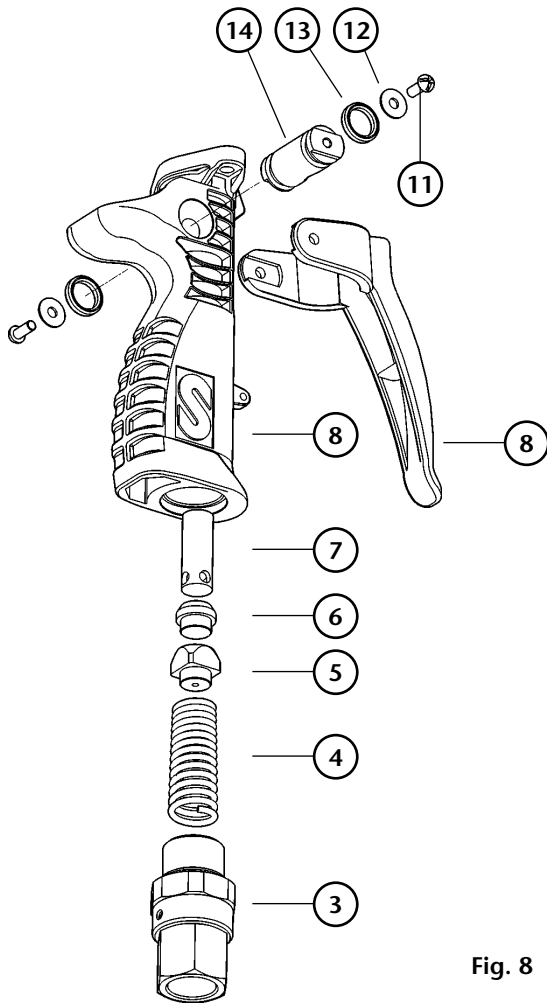

Fig. 8
Remove the inlet swivel (3) to access the internal parts: spring (4), valve (5-6) and sleeve (7) (fig 8).
Retirar la rótula (3) de la entrada para extraer las partes internas: muelle (4), válvula (5-6) y empujador (7) (Fig. 8).
Retirer la rotule (3) située au niveau de l'entrée pour extraire les pièces suivantes : le ressort (4), la valve (5-6) ainsi que l'amorceur (7) (Fig. 8).
Das Anschlußgelenk (3) abschrauben, um die inneren Teile wie Feder (4), Ventil (5-6) und die Buchse (7) zu erreichen. (Bild 8).